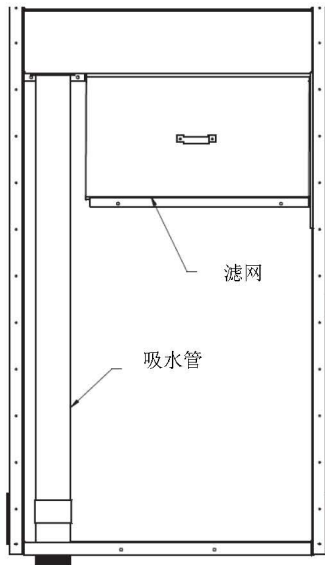

图 12a – 1m和1.5m宽机组的滤网位置
**滤网** - 检查水盘中的滤网，确保其位于水泵吸入口处，如图12a和12b所示。